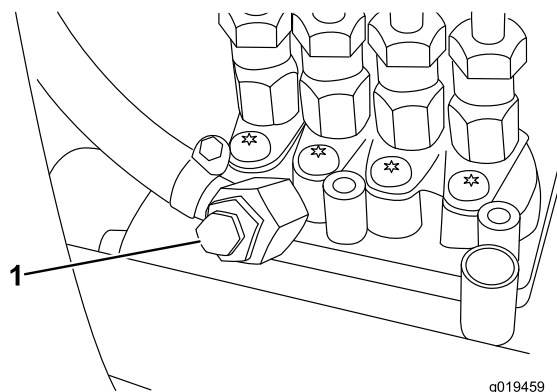

Figura 36
5. Aprite la vite di spurgo dell'aria, situata sulla pompa di iniezione del carburante (Figura 36).